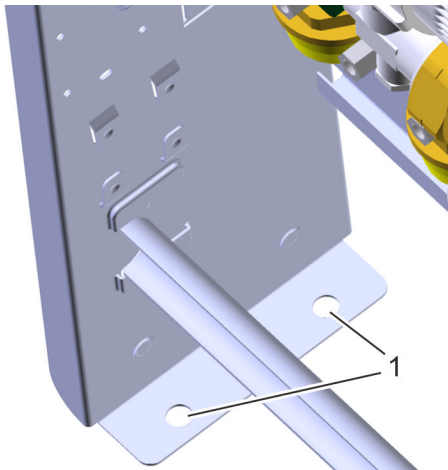

Abb. 23: Verschraubung am Boden
*In den Standfüßen sind je 2 Löcher (Abb. 23/1), die für die Verschraubung in den Boden vorgesehen sind.*